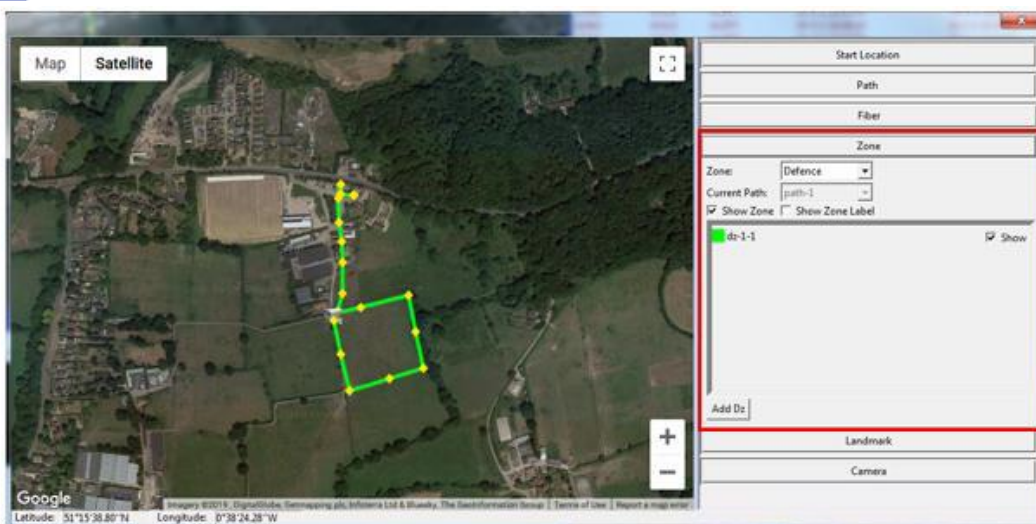
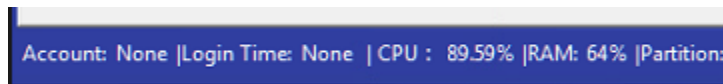

Рисунок 64. Охраняемые зоны
Рисунок 71. Состояние до входа в систему
- **Изменение пользовательской области.** Перейдите в интерфейс настройки пользовательской области и нажмите на кнопку «Edit» (Изменить) для соответствующей пользовательской области для входа в меню настроек. При необходимости измените настройки. См. рис. 64.
- **Деактивация охраняемой зоны.** Пользователь может деактивировать (отключить активную) охраняемую зону, выбрав пункт «Disarm» (Деактивация) в меню с рис. 64.
- **Назначение пользовательской области.** Пользователь может связать пользовательскую область с охраняемой зоной, выбрав пункт «Refer user zone» (Назначение пользовательской области) в меню с рис. 64. Ниже изображен рабочий интерфейс:
- **Удаление пользовательской области.** Выберите пункт «Remove user domain» (Удаление пользовательской области) в меню с рис. 64, чтобы удалить связь между охраняемой зоной и пользовательской областью. Рабочий интерфейс показан на рис. 71.